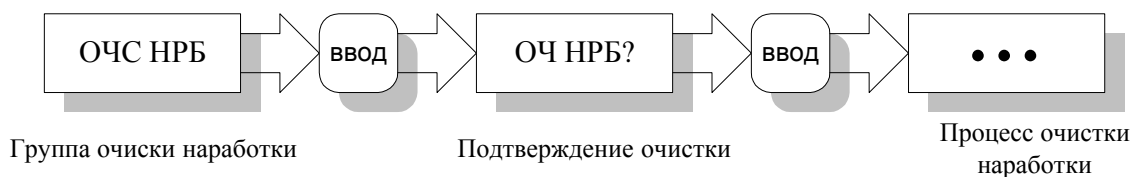

Рис. 10
5.3.10.1. Этот вид настройки позволяет очистить все наработки электродвигателя (рис.10).